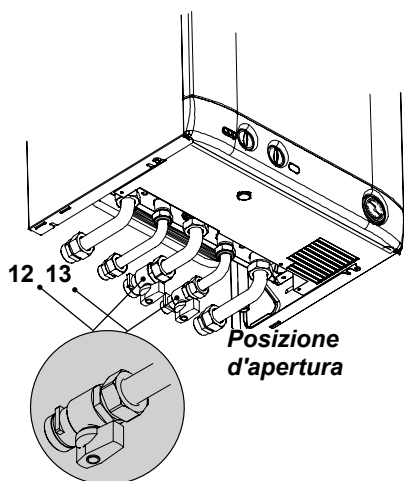

Figura 6.1
- Aprire il rubinetto del contatore gas e quello della caldaia in Figura 6.1.
- Aprire il rubinetto 13 in Figura 6.1